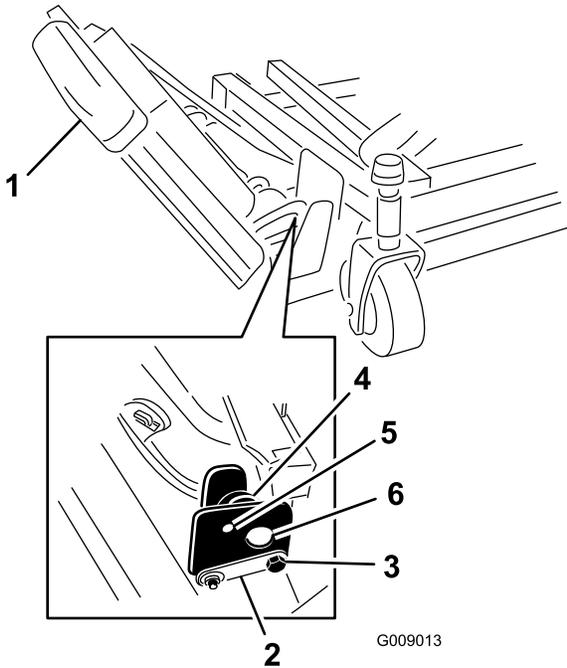

図 3
1. 前後のストップボルトを右ウイングレットデッキの取り付け部に固定しているナットを取り外す **図 3**。
2. 右側ウイングレットを保持し、その状態で、前後のストップボルトを右ウイングレットデッキの取り付け部に固定しているナットを取り外す **図 3**。